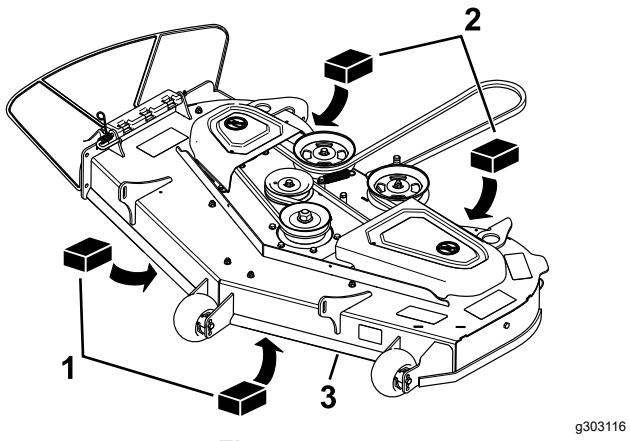

Figure 75
4. Placez deux cales de 6,6 cm (2 $\frac{5}{8}$ po) d'épaisseur chacune sous chaque côté du bord avant du tablier de coupe, mais pas sous les supports des galets anti-scalp (Figure 75).
5. Placez deux cales de 7,3 cm (2 $\frac{7}{8}$ po) d'épaisseur chacune sous le bord arrière de la jupe du tablier de coupe, une de chaque côté (Figure 75).